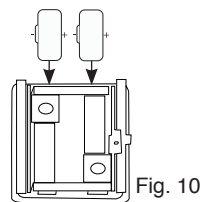

Fig. 10
- Débranchez la minuterie avant de remplacer les batteries. Pour retirer les piles, détacher avec précaution le porte-piles à l'aide d'un petit tournevis plat. Mettre les piles neuves en place comme sur la Fig. 10. Remettre fermement le porte-piles en place dans la minuterie.